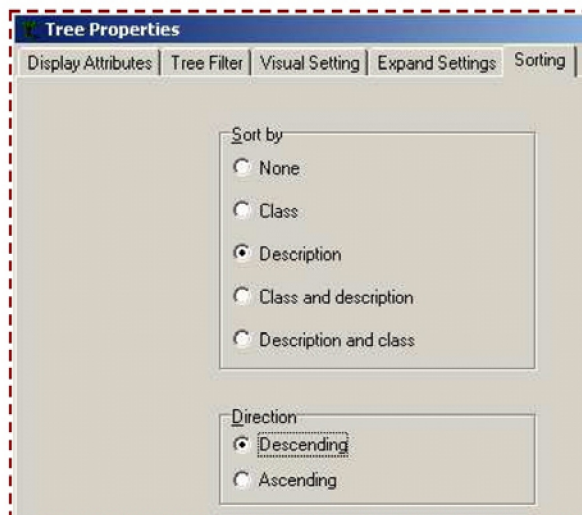

Рис.13. Настройка сортировки дерева документов
- Для «Sort by» выберите «Description» (рис. 13).